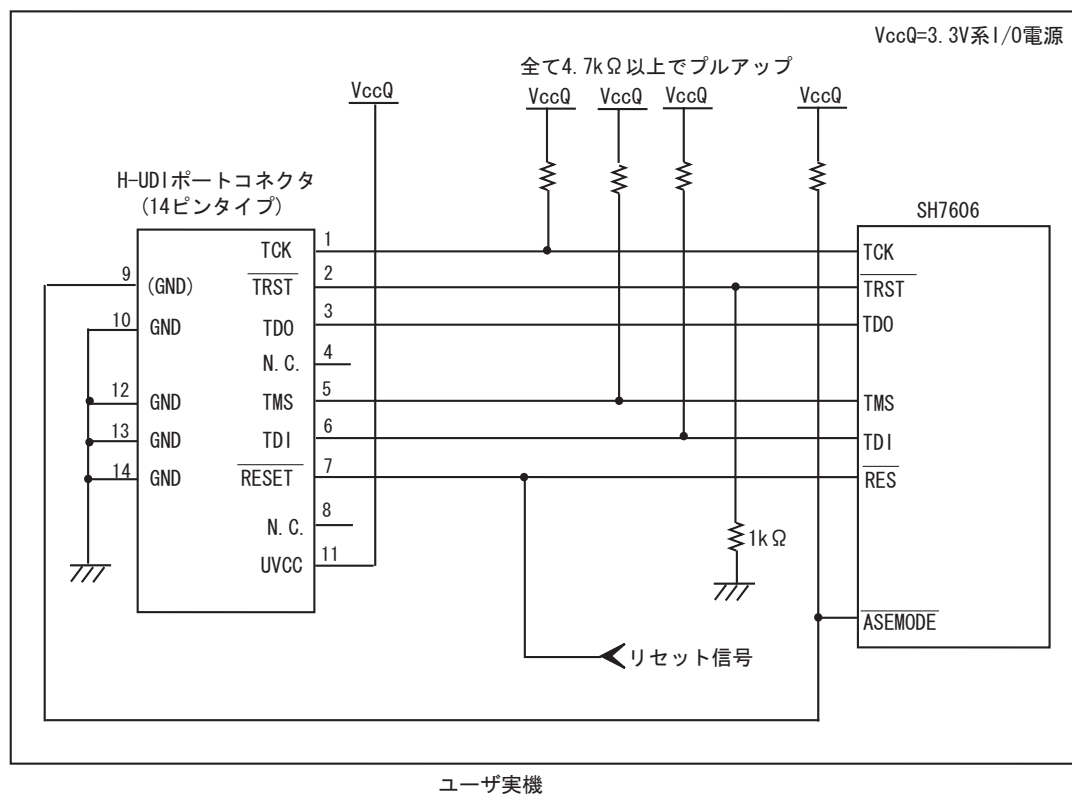

図 1.2 E10A-USB 使用時の H-UDI ポートコネクタ - チップ間の推奨接続例
- 図 1.2 推奨接続例で回路を組んだ場合の E10A-USB エミュレータのスイッチ設定: SW2=1, SW3=1